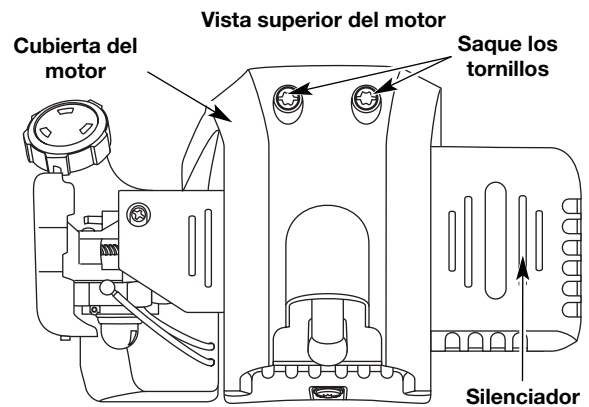

Fig. 31
2. Quite los dos (2) Tornillos de encima de la tapa del motor con un destornillador de pala o Torx #25 (Fig. 31).
6. Saque la cubierta del motor (Fig. 31).
13. Vuelva a colocar la cubierta del silenciador. Deslice las muescas a los lados de la cubierta del silenciador sobre las orejetas de la cubierta del motor y enganche en su lugar (Fig. 31).